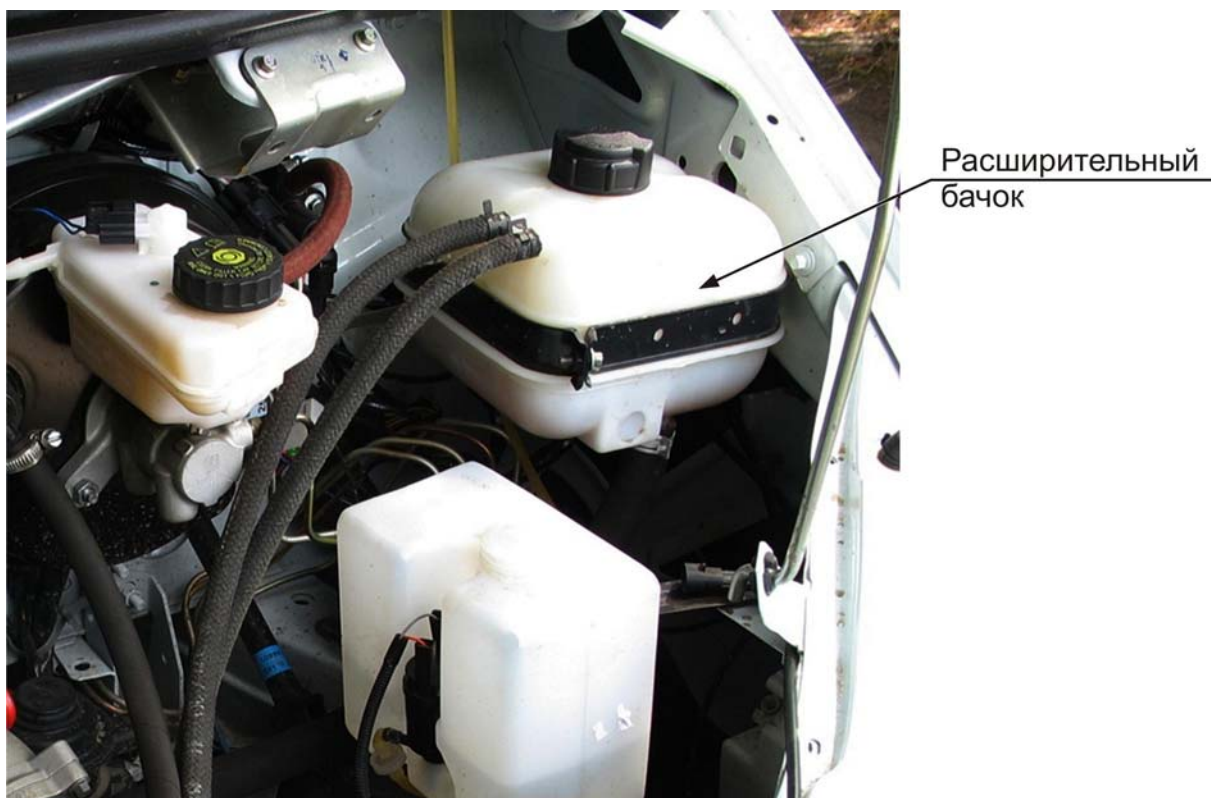

Рис. 2.5. Установка расширительного бачка
**Расширительный бачок** (рис. 2.5) установлен в подкапотном пространстве с левой стороны по направлению движения автомобиля и закреплен на боковой панели передка с помощью металлического хомута и нижнего поддерживающего кронштейна. В верхней части бачка имеются две трубки: одна соединена шлангом с термостатом, а другая - с патрубком радиатора. В нижней части бачка расположен патрубок, соединенный шлангом с водяным насосом.